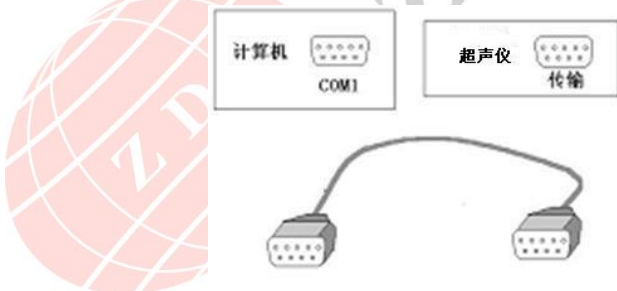

图 10.6 计算机与仪器连接
A. 进行文件传输之前需要按图 10.6 用我们提供的专用串口线将计算机并口串口与超声仪连接起来。